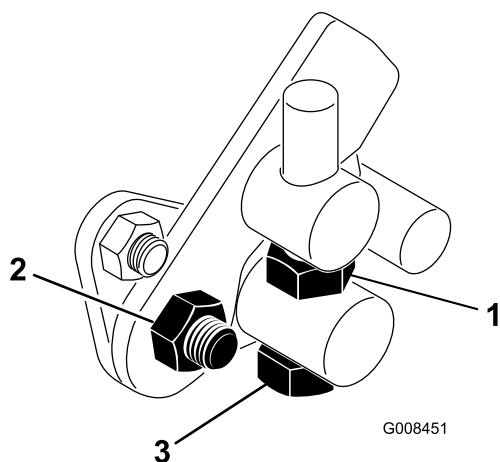

図 44
1. トラニオンボルトのジャムナットをゆるめる 図 44。
4. トラニオンボルトのジャムナット、およびペダルピボットのナットを締め付けて調整を固定する 図 44。調整を確認し、必要に応じて再調整する。